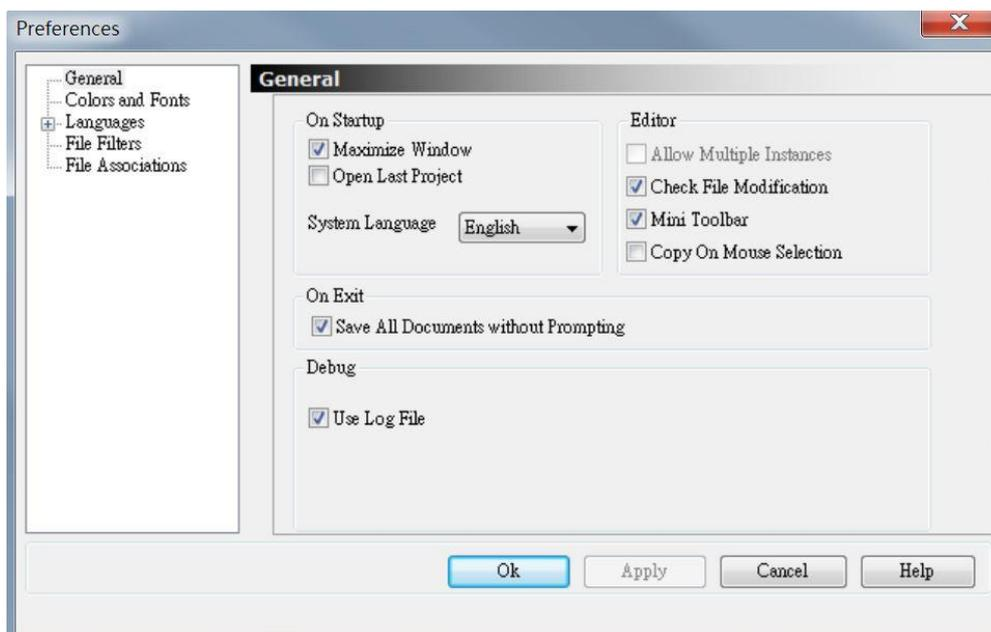

图 4.10 通用设置 (General)
**1. General** - 通用设置(如图 4.10)